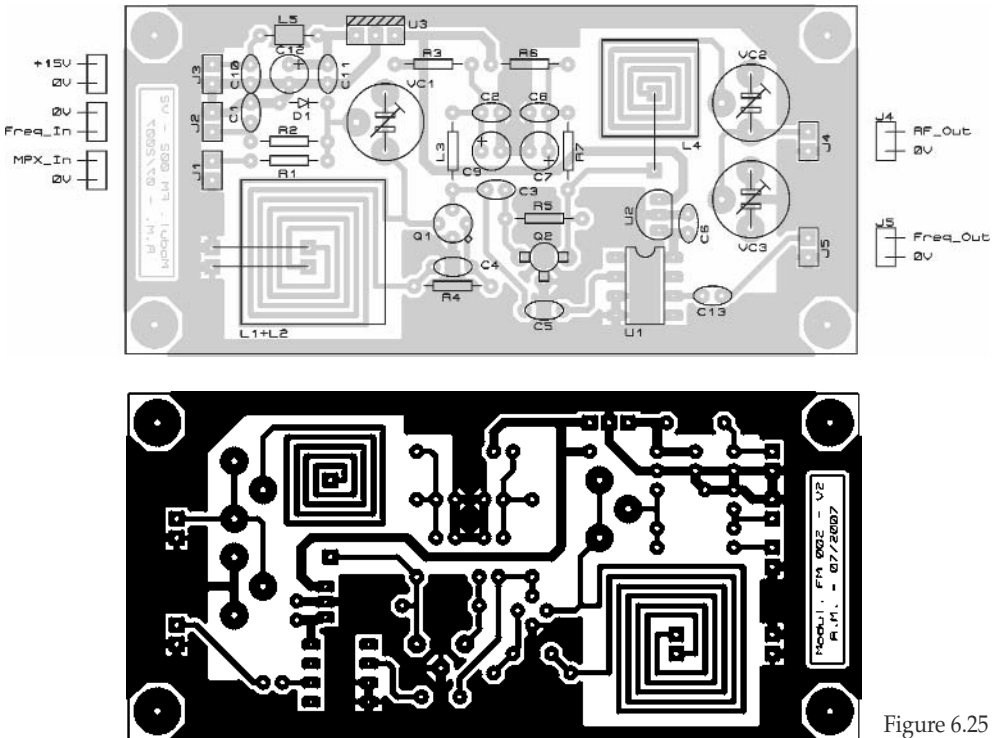

Figure 6.25
**Tentatoo** – En attendant, voici en figure 6.25 le plan de câblage de notre modulateur.